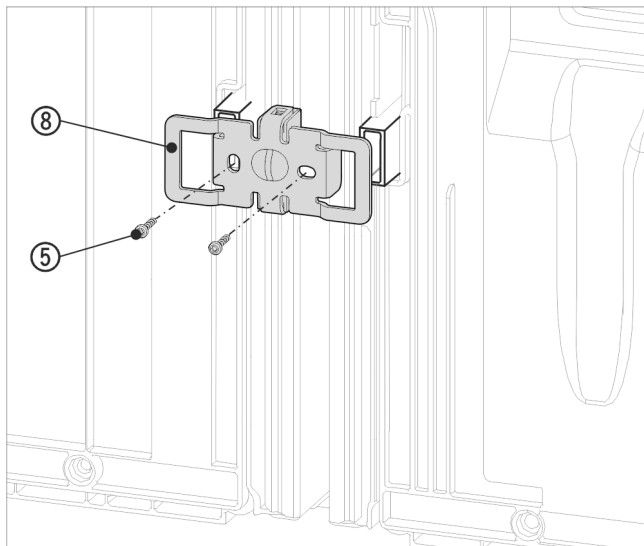

Fig. 19 Zobrazení příkladu
- ▶ Úhelník Fig. 19 (8) znovu zasaňte vybráním přes úchyt pro vymezovač odstupu od stěny.
- ▶ Přišroubujte pomocí 2 šroubů Fig. 19 (5).